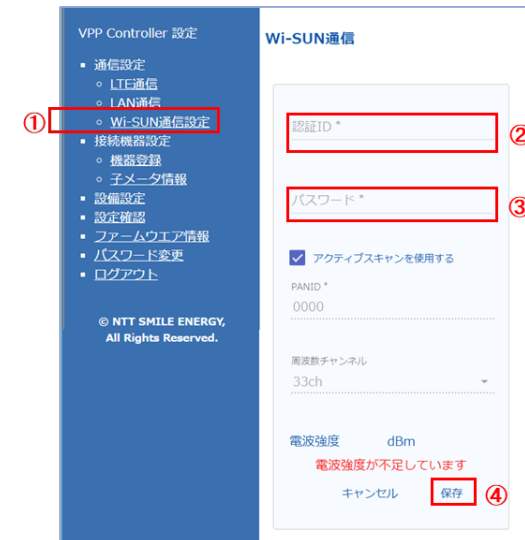

図12. Wi-SUN通信の設定
- (1) 「Wi-SUN通信設定」をクリックします。(図12、①)
(2) 「認証ID」にBルートIDを入力します。(図12、②)
(3) 「パスワード」にBルートのパスワードを入力します。(図12、③)
(4) 「保存」をクリックします。(図12、④)